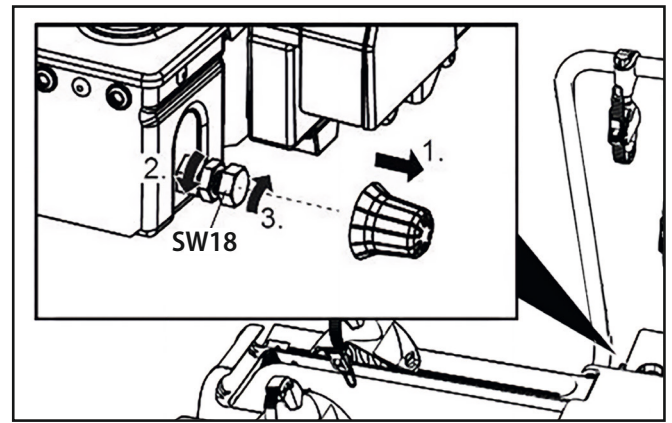

Bild 13: Einstellen des Schnellverschlusses
- Lösen Sie die Kontermutter etwas (Bild 13).
- Drehen Sie die Stellschraube eine viertel Umdrehung hinein (Bild 13).